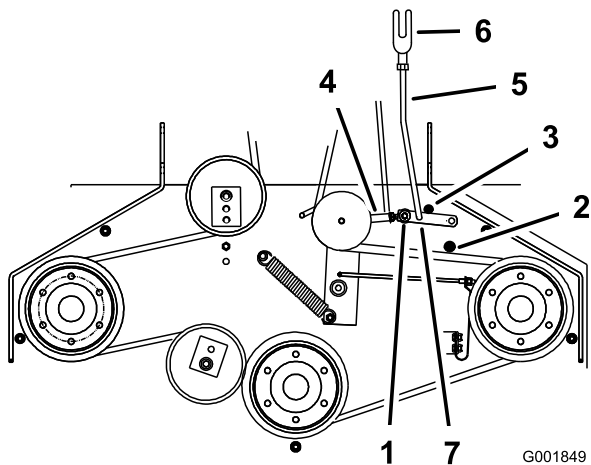

Рисунок 50
5. Убедитесь, что вспомогательный рычаг упирается в соответствующий задний упор на деке (Рисунок 50).
деке. Если он не касается, отрегулируйте коленчатый рычаг так, чтобы он располагался ближе к вставке (Рисунок 50).
8. Чтобы отрегулировать тягу вспомогательного рычага, извлеките из него игольчатый шплинт (Рисунок 50).
11. Установите тягу на вспомогательный рычаг и закрепите ее игольчатым шплинтом (Рисунок 50).